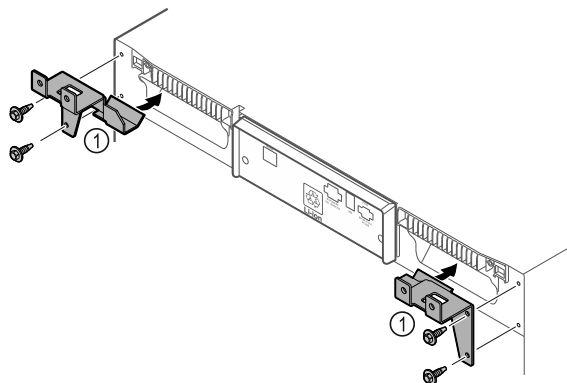

Fig. 8
- ▶ Fixer les pièces de retenue Fig. 8 (1) à l'appareil à l'aide des vis fournies.